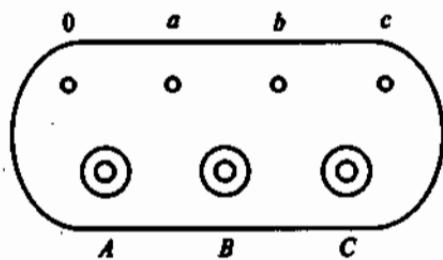

Рис. 176
- 6.39.** Какие клеммы должны быть подсоединенены к питающей сети, если трехфазный трансформатор на рис. 176 понижающий?